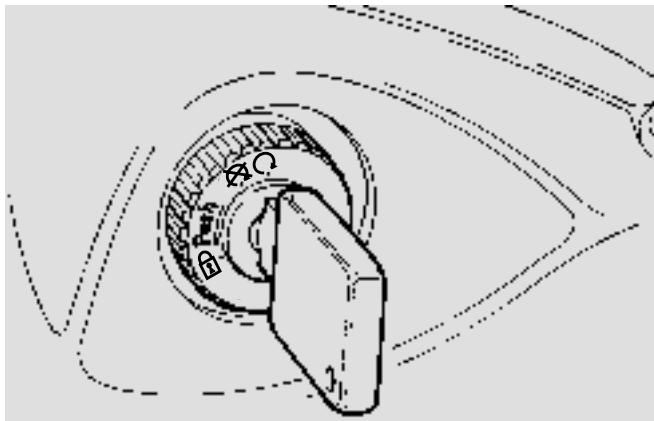

Fig. 19
- ◆ Placer en position "O" l'interrupteur d'allumage (Fig. 19).
- ◆ Positionner sur "○" l'interrupteur d'allumage (Fig. 19).
- ◆ Positionner sur "○" l'interrupteur d'allumage (Fig.19).